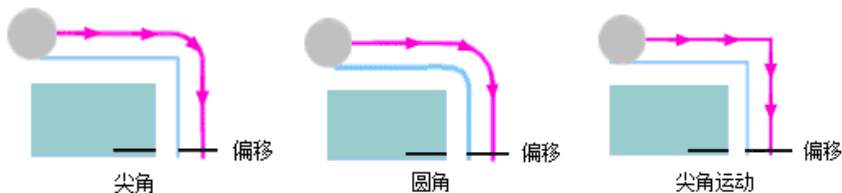

图 2-142 拐角铣削
- 【拐角铣削】: 设置刀具路径轨迹在加工角位时的移动轨迹, 包括“圆角”、“尖角”和“尖角运动”3个选项, 如图2-142所示。